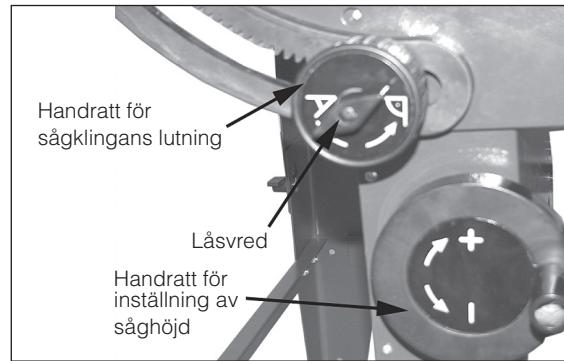

Bild 16.
- Justera såghöjden med handratten på motorboxen (Bild 16).